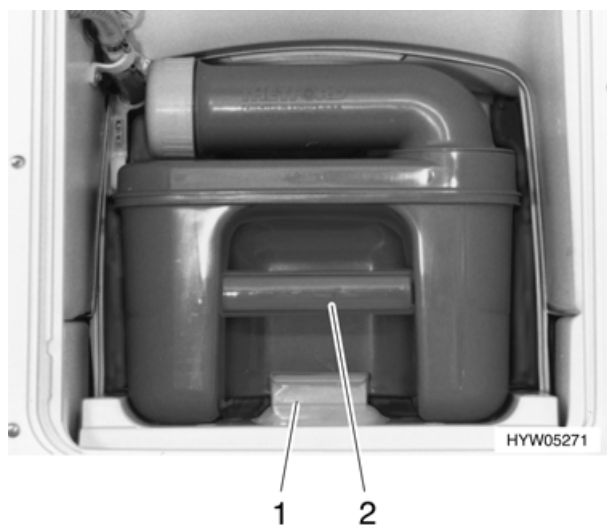

Fig. 98 Rimozione della cassetta Thetford
- Sbloccare la sicurezza (Fig. 98,1) ed estrarre la cassetta Thetford (Fig. 98,2).